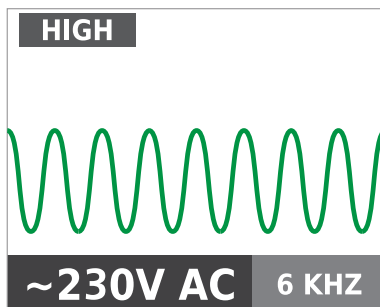

Rysunek 3.2a
2. Podłącz czerwony przewód do przewodu pod napięciem (po stronie obciążenia systemu). Sygnał zostanie przekazany **WYŁĄCZNIE** pomiędzy gniazdem do którego jest podłączony nadajnik, a źródłem zasilania (patrz Rysunek 3.2a).